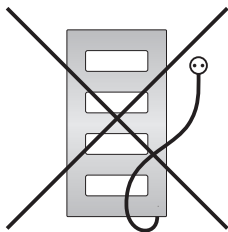

Рис. 9
4.9. Запрещается устанавливать дизайн-радиатор так, чтобы установочный провод при подключении к электрической розетке имел контакт с лицевой или тыльной стороной нагревательной панели (рис. 9, 10).